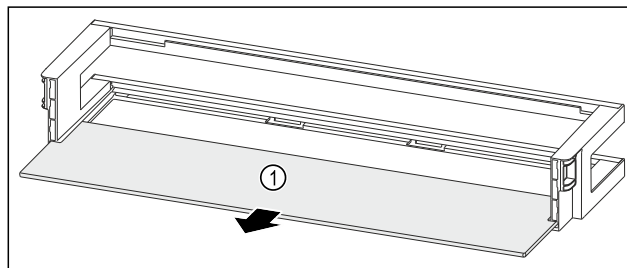

Fig. 50 Raft montat pe ușă cu raft
- ▶ Extrageți raftul Fig. 50 (1).